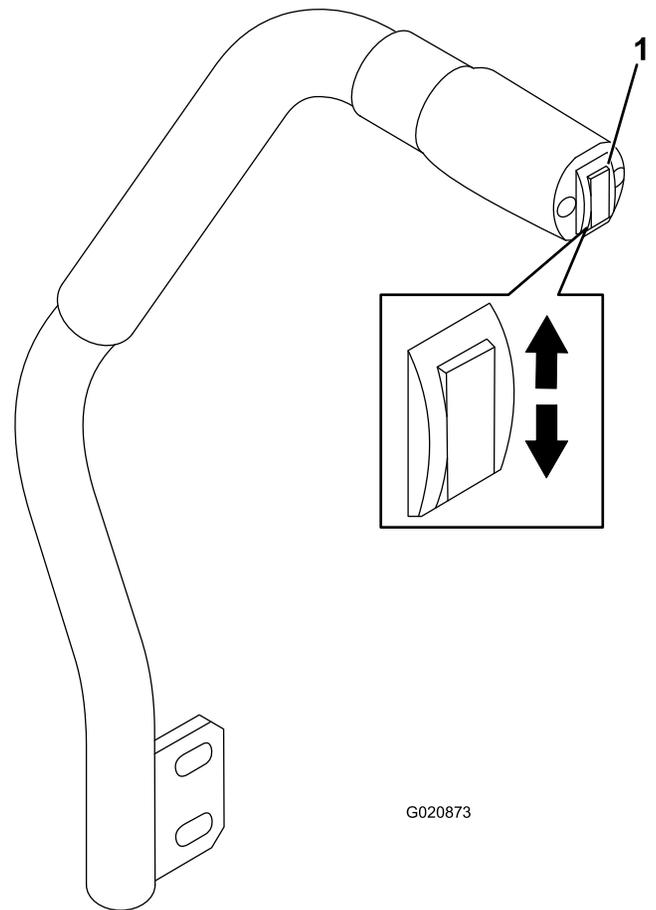

Figura 21
O interruptor de elevação da plataforma levanta e baixa a plataforma do cortador (Figura 21). O motor tem que estar a trabalhar para utilizar esta alavanca.
- Para baixar a plataforma do cortador, empurre o interruptor para baixo (Figura 21).
- Para elevar a plataforma do cortador, empurre o interruptor para cima (Figura 21).
1. Com o motor a trabalhar empurre para cima o interruptor de elevação da plataforma até que a plataforma de corte esteja completamente levantada e **solte imediatamente o interruptor** (Figura 21).